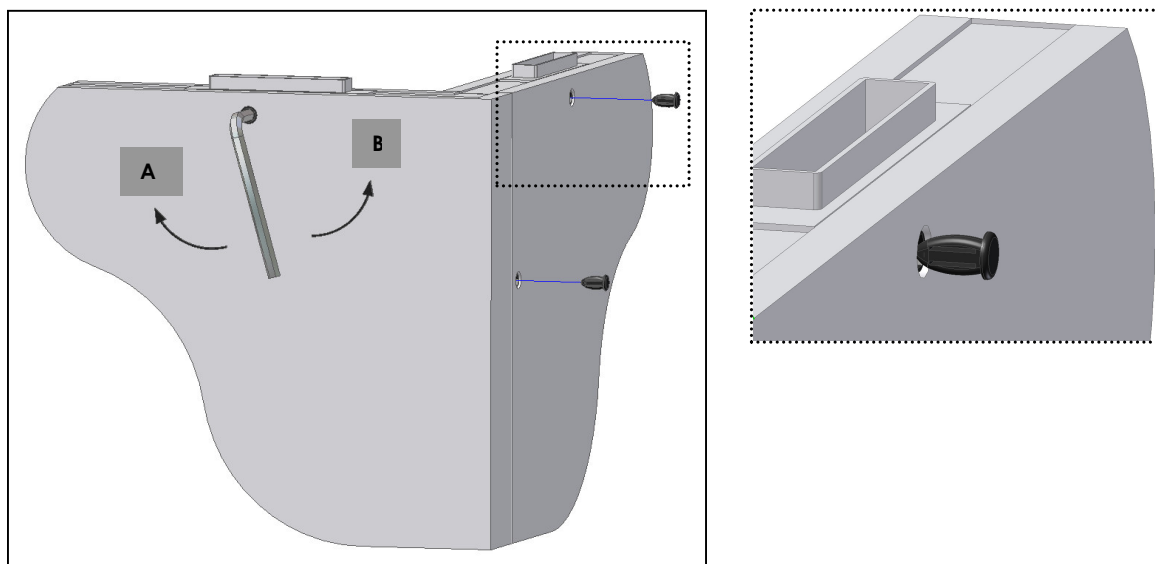

Fig. 11
- Tourner le tourne vis dans le sens des aiguilles d'une montre jusqu'à ce que ça s'arrête (Fig.11 – Position **A**);
- Tourner le tourne vis dans le sens contraire jusqu'à serrer. (Fig.11 – Position **B**)
- Après avoir serré, placer les **caches** dans les trous (Fig. 11).